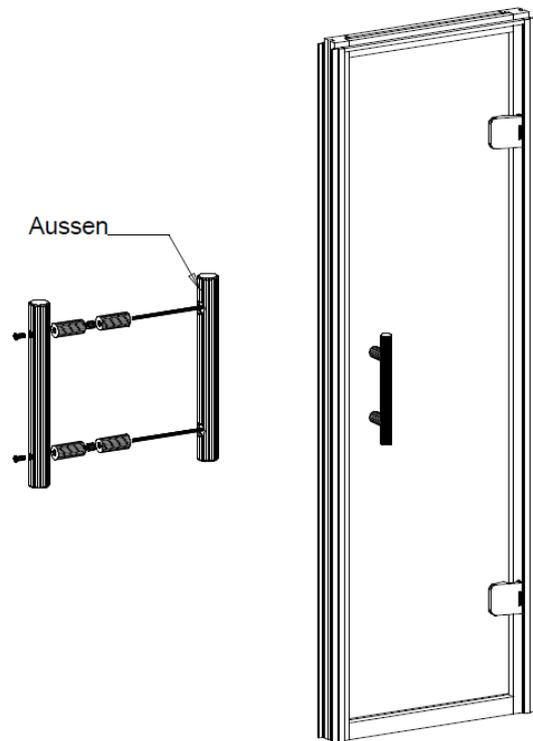

Abbildung 14
1. Innerer Türgriff (Griff mit Bohrungen) und äußerer Türgriff (mit Gewindestangen) zusammen mit den Rundstäben und den Silikontüllen montieren (Abbildung 14).